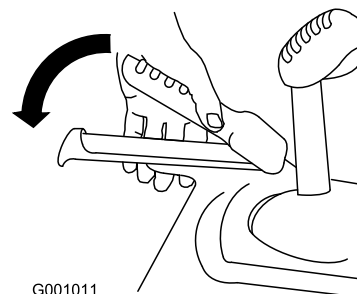

Рисунок 34
- Для включения привода тяги прижмите левый рычаг (тяги) к рукоятке (Рисунок 34).